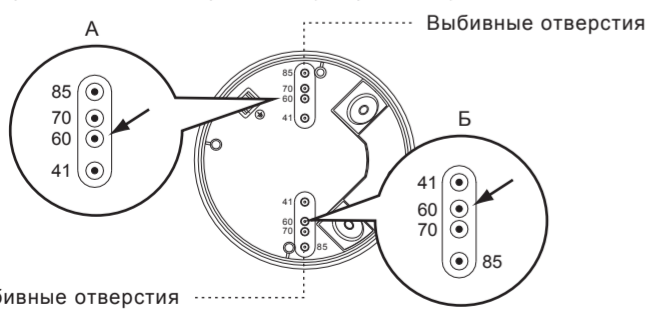

Рис. 13-A
4.4.3.1 На распределительной коробке имеются 4 пары мест для вывешивания отверстий с различными расстояниями между ними (от 41 мм до 85 мм), которые можно выбрать для различных вариантов монтажа (см. рис. 13-A). Выберите два одинаковых числа с обоих концов для соответствующего расстояния для крепления (см. рис. 13-B).